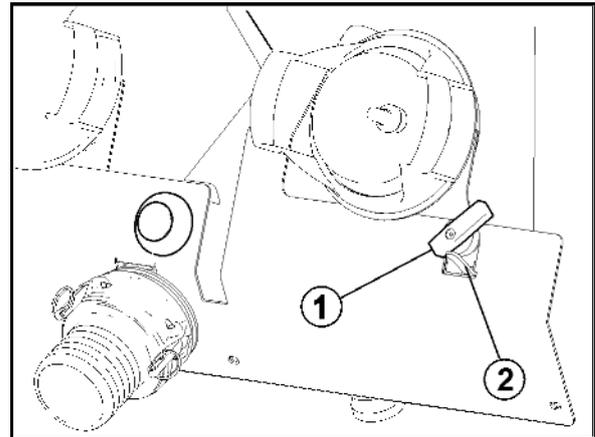

图 44
- 搅拌功率可在切换开关上无级调节 (图 44/1)。
压力过滤器（图 44/2）排水功能的安全装置。